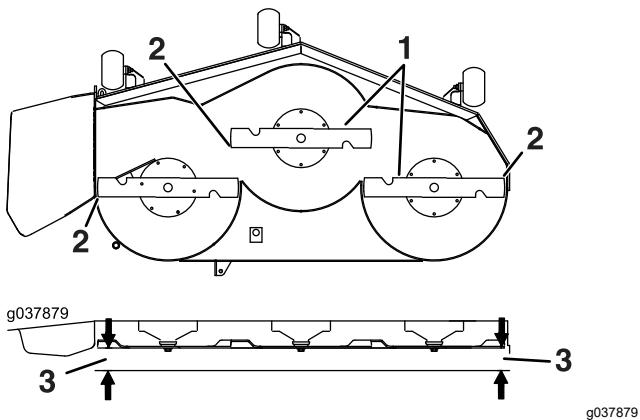

Figura 73
6. Mida entre la punta de la cuchilla y la superficie plana (Figura 73). Si ambas mediciones no están dentro de los 5 mm (3/16"), ajuste la nivelación; siga con este procedimiento.
12. Gire cuidadosamente las cuchillas colocándolas perpendicularmente al sentido de avance de la máquina (Figura 73).